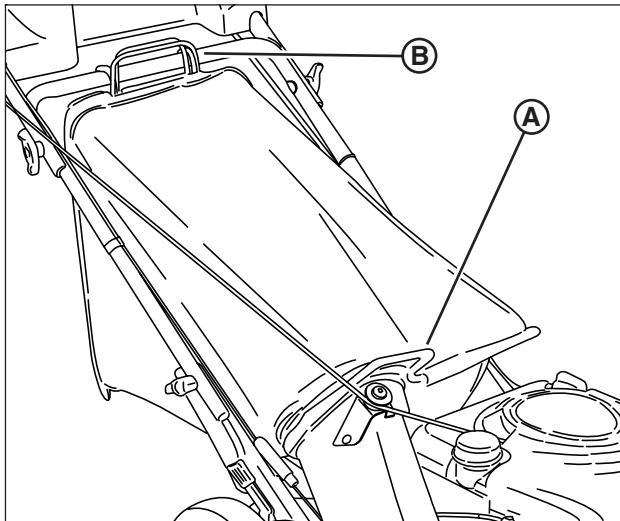

Figura 12: Instalación de la bolsa para césped
2. Para instalar la bolsa para césped, deslice el conector (A, Figura 12) sobre el reborde del adaptador.
3. Coloque los ganchos de la bolsa para césped (B) en la barra transversal en la parte media del manillar.